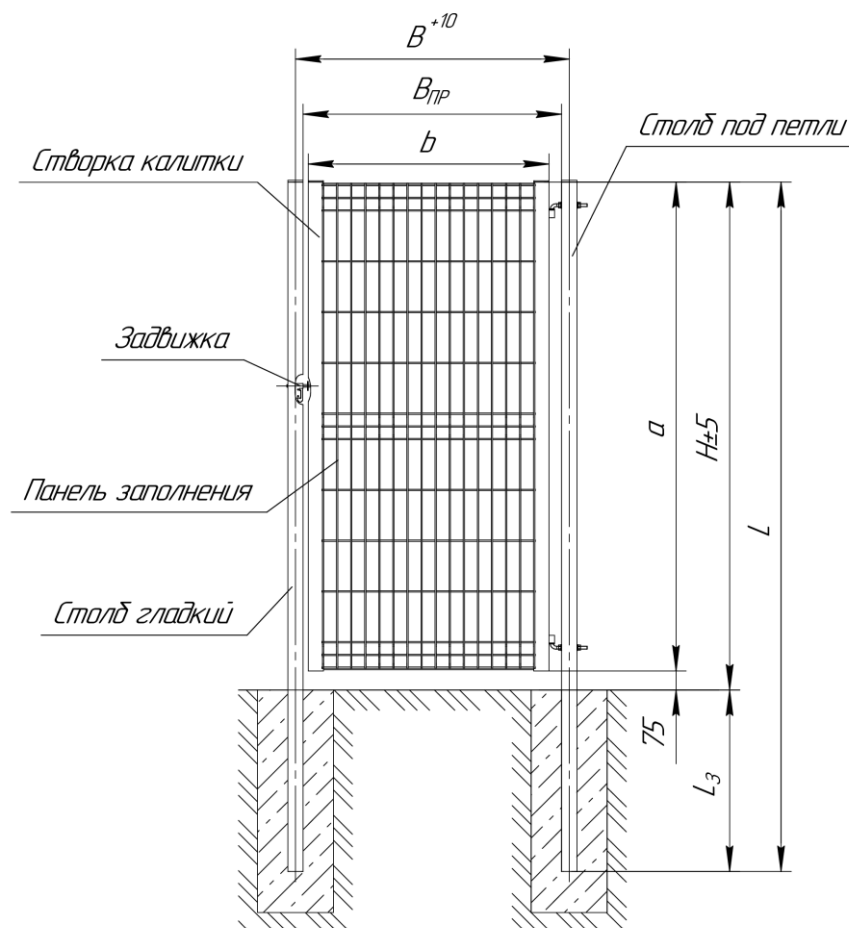

Рис. 1. Калитка распашная F3D со столбами под бетонирование
1.2. Калитка состоит из двух столбов и створки (рис. 1). Рама створки калитки выполнена из стального профиля сечением 60x40x1,4, заполнение створки сварная сетчатая панель. Крепление створки калитки к одному из столбов осуществляется посредством петель. Ко второму столбу крепится ловитель, обеспечивающий фиксацию калитки в закрытом состоянии. Для закрывания калитка оборудуется накладным замком.